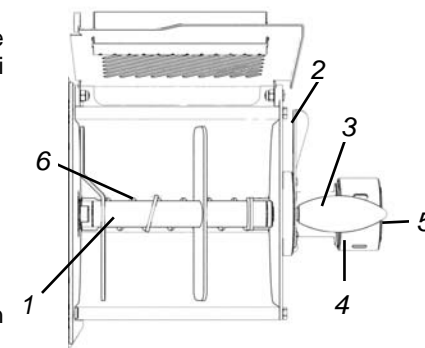

Fig. 7.2.1
1. Portare la pala "1" come in fig. 7.2.1
Se la pala non è ferma in posizione come in fig. 7.2.1 **non** sarà possibile estrarla